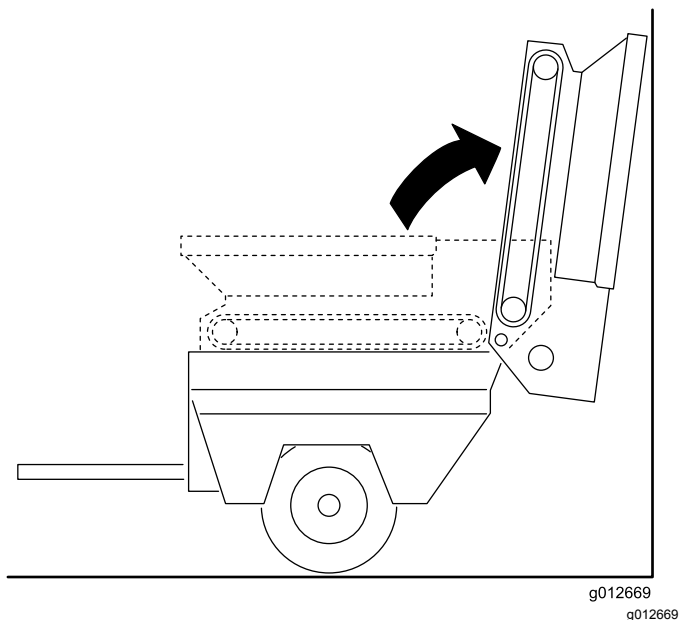

图27
3. 向后转动料斗并依靠在墙壁、柱子、梯子等物体上面图27。
确保料斗翻转超过中心线和/或固定到墙壁或柱子上防止其意外跌落到工作区图27。
3. 小心将料斗向下转动到滑行机架轨道上请参阅图27的 拆除滑行滚道 \(页码 18\)。